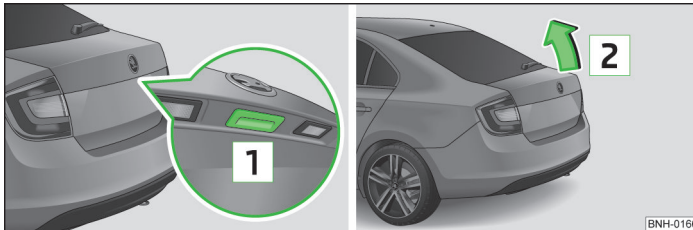

Abb. 18 Griff der Gepäckraumklappe / Gepäckraumklappe öffnen
- Die Taste im Griff **1** » Abb. 18 drücken und die Klappe in Pfeilrichtung **2** anheben.